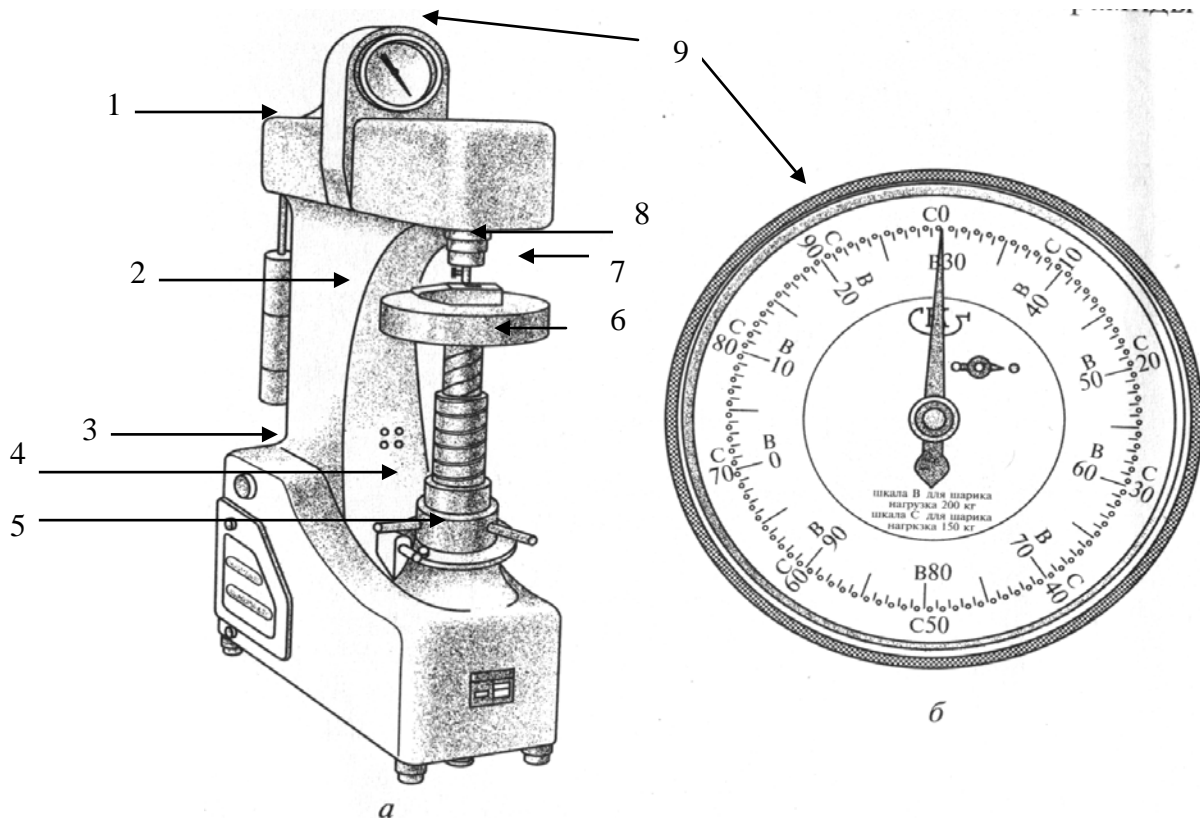

Рисунок 2 - Твердомер HBRV – 187,5D
2. Изучить устройство и работу на твердомере HBRV – 187,5D (см. рис.2).